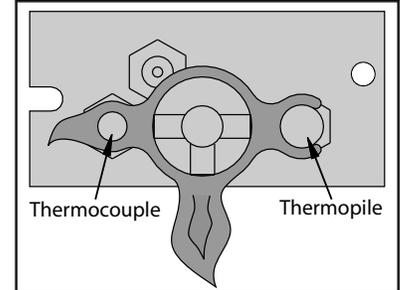
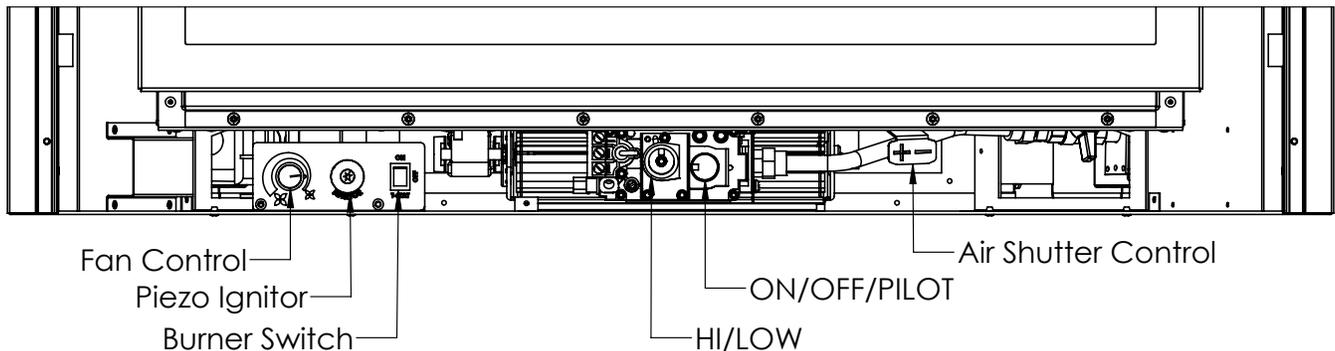

Figure 3. Flamme Pilote
Figure 4. Commandes de Brûleur
1. Éteignez le gaz à la cheminée. **Si ce n'est pas fait récemment, retirez la vitre et laissez l'appareil aérer pendant au moins cinq (5) minutes pour évacuer tout gaz.** Allumez le gaz à l'appareil de chauffage.
2. Tournez le bouton de contrôle du gaz à la veilleuse, enfoncez-le et maintenez-le enfoncé (voir la figure 4); Simultanément, appuyez plusieurs fois sur l'allumeur piezo jusqu'à ce que le pilote s'allume. Maintenez le bouton de contrôle du gaz enfoncé pendant au moins 30 secondes une fois allumé. Vérifiez que le pilote a complètement englouti l'assemblage du thermocouple (voir Figure 3). Le pilote devrait maintenant rester allumé seul, relâcher le bouton de contrôle du gaz.
Basculez l'interrupteur sur OFF pour éteindre les brûleurs, tournez le bouton de commande de gaz sur OFF pour éteindre la flamme de la veilleuse. Gardez la flamme de la veilleuse **ÉTEINTE** lorsqu'elle n'est pas utilisée pendant de longues périodes. Si le foyer doit être réparé, éteignez la vanne d'arrêt du gaz (NE PAS LA FORCER) et débranchez toutes les sources d'alimentation électrique. Voir la figure 4 pour la disposition du panneau de commande.